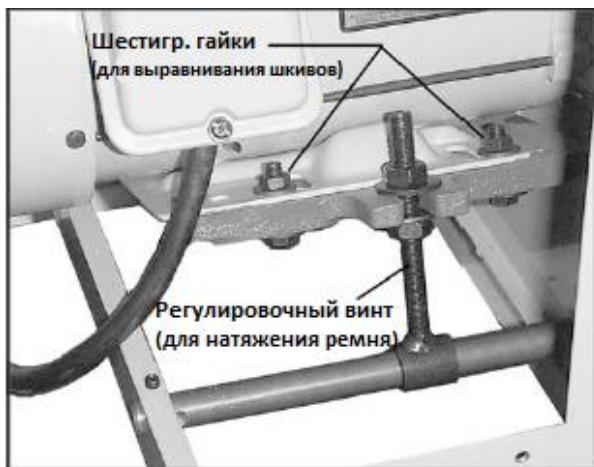

Рис. 12
2. Ослабьте нижнюю гайку на регулировочном винте электродвигателя (см. Рис. 12) с помощью 17 мм гаечного ключа.
5. Затяните нижнюю гайку на регулировочном винте (см. Рис. 12).
2. Если линейка неплотно прилегает к обоим торцам, откройте заднюю панель и ослабьте четыре шестигранные гайки на плате электродвигателя (Рис. 12) с помощью 12 мм гаечного ключа.